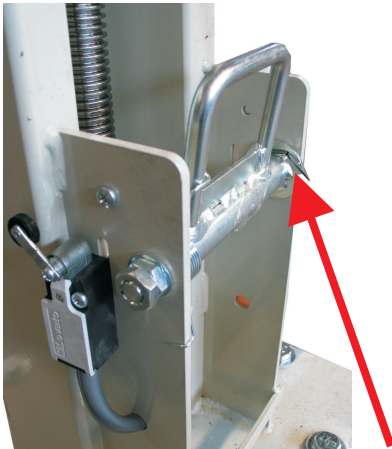

Fig.53 - Abb.53
3) Prima della messa in servizio assicuratevi che i bloccaggi meccanici di sicurezza in basso nelle due colonne siano posizionati come indicato in fig.53. In caso di rottura della coppiglia in ferro che trattiene la sicurezza meccanica, sostituirla con quella contenuta nella busta accessori.
3) Before setting the machine in operation, it is important to check the mechanical security blocking devices of the posts: they must be in the position shown in fig. 53. If the mechanical security blocking device iron split pin is broken, change it with the one contained in the spare parts case.
**3) Avant la mise en service, s'assurer que les blocages mécaniques de sécurité soient positionnés comme sur la fig. 53. En cas de rupture de la goupille qui maintient la sécurité ouverte, la remplacer avec une de celles fournie dans le sachet d'accessoires.**
**3) Vor des Ingangsetzens, muß man sich versichern, daß die mechanische Sicherheitsvorrichtungen, die in der unteren Teil der Säulen sind, wie im Abbildung 53 positioniert sind. Wenn der Eisensplint der mechanische Sicherheitsvorrichtung kaputt ist, soll man ihn einsetzen. Der neue Splint ist in dem Zusatzeilenpaket.**
**3) Antes de la puesta en marcha, cuidar que los bloqueos mecánicos de seguridad en la parte inferior de las columnas sean colocados según se indica en la Fig. 53. En caso de rotura del pasador de hierro que sujeta la seguridad mecánica, reemplazarlo con aquello que se halla en la caja de accesorios.**